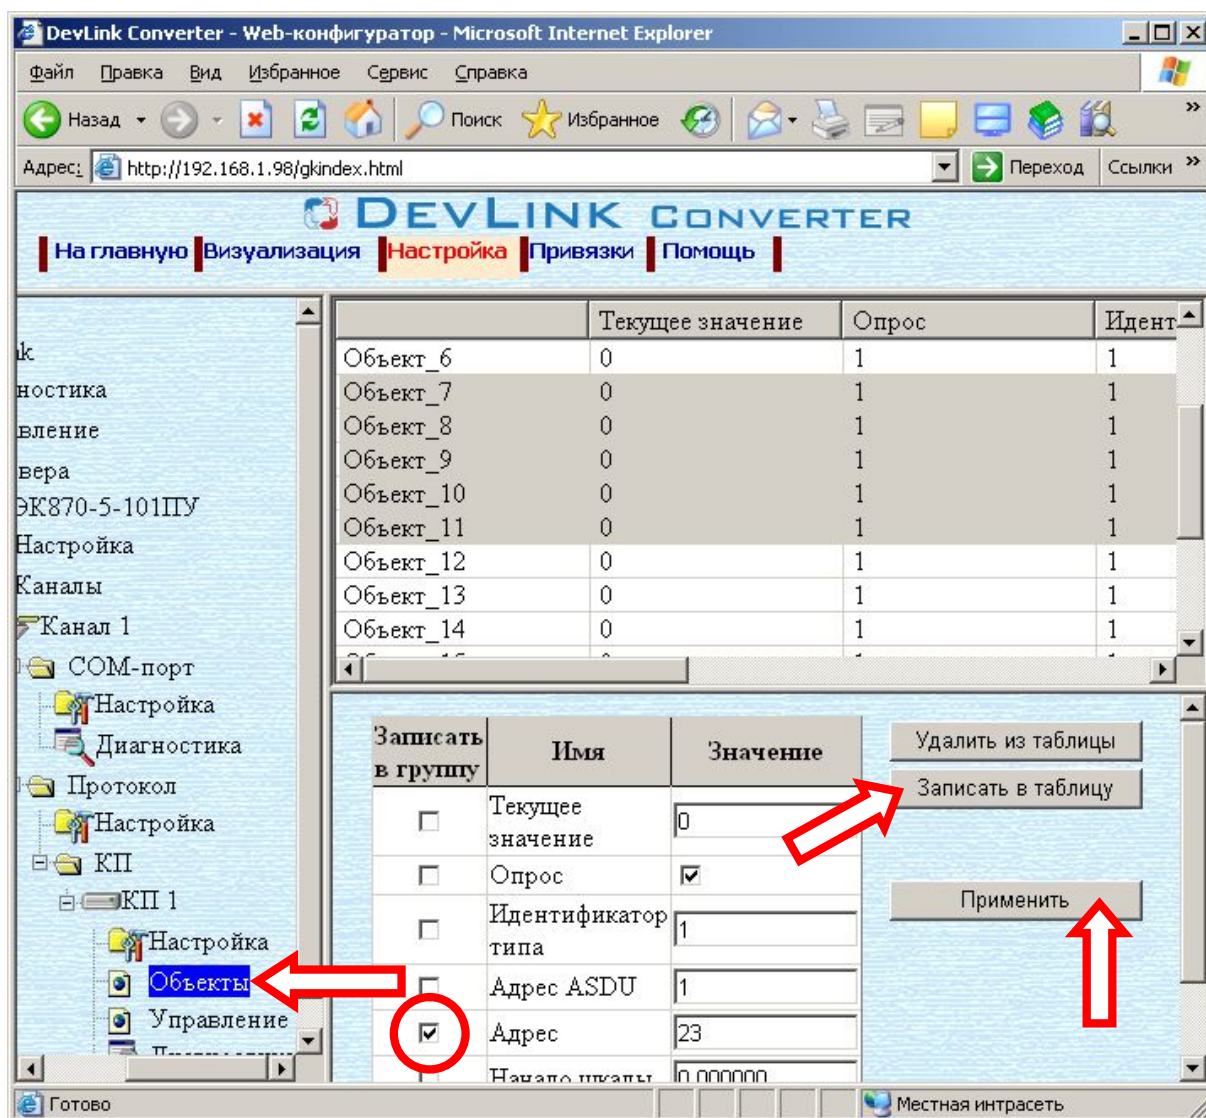

Рисунок 3.13 - Настройка объекта информации
- Перейдите на *страницу «Настройка»* Web-конфигуратора. Выберите в дереве лист «Объекты» (рисунок 3.13) В результате в верхней части правого фрейма конфигулятора появится таблица, содержащая список существующих объектов и в нижней части – соответствующие элементы управления.